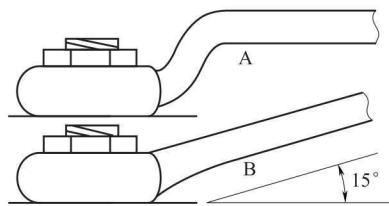

图 1-3 带有弯曲或角度手柄的扳手
(1) 两端是套筒，套筒内孔是由两个相互同心的正六边形错开  $30^{\circ}$  组合而成的。
(2) 使用时，梅花扳手扳动  $30^{\circ}$  后，可更换位置，它适用于狭窄场地的操作。
(3) 使用时，可将螺栓和螺母的头部全部围住，不易脱落，操作安全可靠。
(4) 与开口扳手相比，其拧紧或拧松的力矩较大。
(5) 扳手手柄带有弯曲或角度，使用时可以为手指提供间隙，防止擦伤皮肤，如图 1-3 所示。